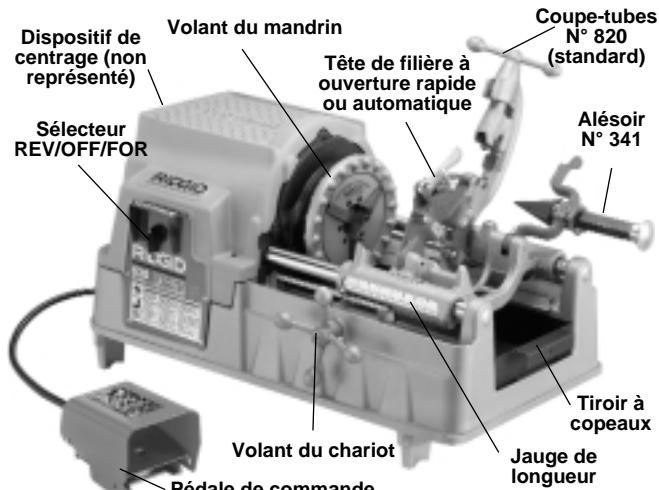

Figure 5 – Machine à fileter Modèle 535 pour tuyaux et boulons
1. Vérifiez que la machine à fileter est débranchée et que le sélecteur directionnel est en position OFF (arrêt) (*Figure 5*).
- Vérifiez que la pédale de commande est présente et qu'elle est reliée à la machine à fileter (*Figure 5*).